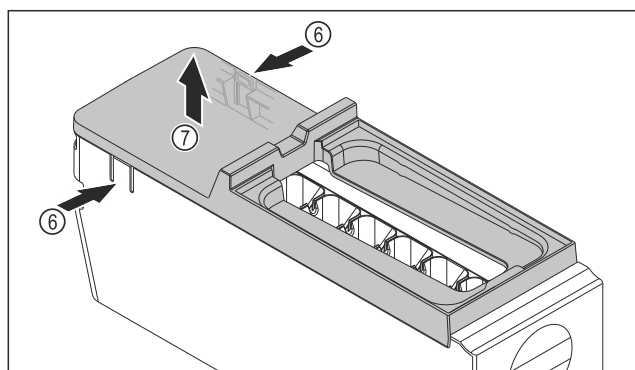

Fig. 146
- ▶ Afdekking van de EasyTwist-Ice-corpus wegnemen: Strips Fig. 146 (6) aan beide zijden van de EasyTwist-Ice-corpus met een hand indrukken.
- ▶ Afdekking Fig. 146 (7) met de andere hand van bovenaf wegnemen.